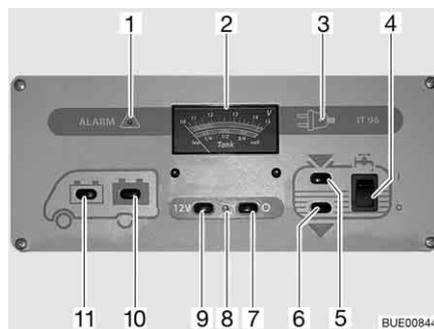

Fig. 105 Panel IT 96-2
El interruptor principal de 12 V (Fig. 105,7 y 9) conecta y desconecta el panel y la alimentación de 12 V del habitáculo.
**Conectar:** ■ Pulsar el interruptor (Fig. 105,9) "12 V": La alimentación de 12 V del habitáculo está conectada. La luz de control (Fig. 105,8) se enciende de color verde.
**Desconectar:** ■ Pulsar el interruptor (Fig. 105,7) "O": La alimentación de 12 V del habitáculo está desconectada. La luz de control (Fig. 105,8) se apaga.
Observar la escala superior del instrumento indicador V/depósito (Fig. 105,2). El instrumento indicador se ilumina automáticamente al accionar el interruptor.
- Pulsar el interruptor (Fig. 105,11) "": Indica la tensión de la batería del motor de arranque.
- Pulsar el interruptor (Fig. 105,10) "": Indica la tensión de la batería del habitáculo.
Observar la escala inferior del instrumento indicador V/depósito (Fig. 105,2). El instrumento indicador se ilumina automáticamente al accionar el interruptor.
- Pulsar el interruptor (Fig. 105,5) "": Indica la cantidad de agua.
- Pulsar el interruptor (Fig. 105,6) "": Indica la cantidad de aguas residuales.
- Pulsar el interruptor basculante (Fig. 105,4) por arriba "I": El suministro de agua está conectado.
- Pulsar el interruptor basculante (Fig. 105,4) por abajo "O": El suministro de agua está desconectado.
La luz roja de "ALARMA" (Fig. 105,1) parpadea en cuanto la tensión de la batería del habitáculo baja de 11 V (medición durante el servicio) y hay peligro de descarga completa.
Se enciende la luz de control de 12 V (Fig. 105,8) cuando se conecta el interruptor principal de 12 V (Fig. 105,9).
Se enciende la luz de control de 230 V (Fig. 105,3) amarilla cuando hay tensión de red en la entrada del bloque eléctrico.